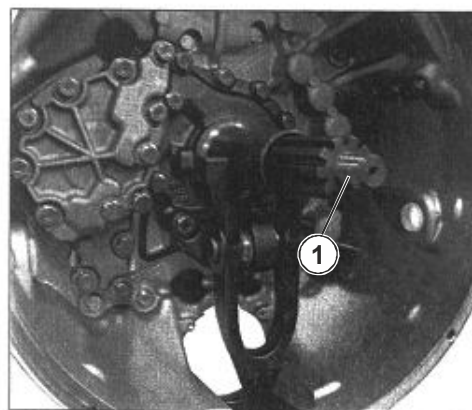

Рис. 141
- Удалить консервирующее средство с первичного вала. (1) (см. Рис. 141)